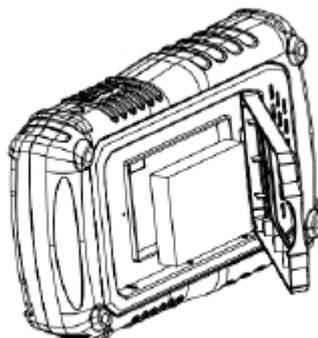

Figure 3
3. Legen Sie die Batterie in Position und schließen Sie die Abdeckung. Wie in Abbildung 3 gezeigt.